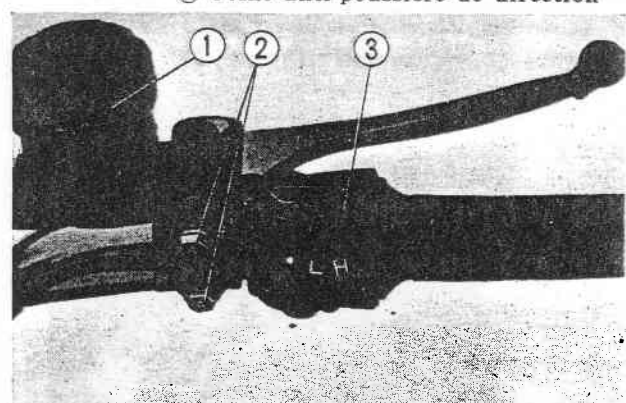

Fig. 11-2
1. Déposer le corps de maître cylindre en dévissant les deux boulons de fixation et débrancher de la poignée le câble de commande d'embrayage. (Fig. 11-2)